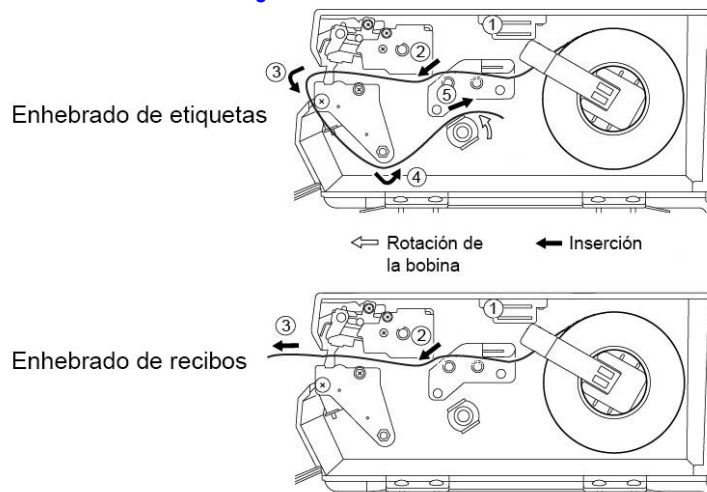

Figura 7-5. Enhebrado del papel
5. Enhebre el papel como se muestra en la Figura 7-5